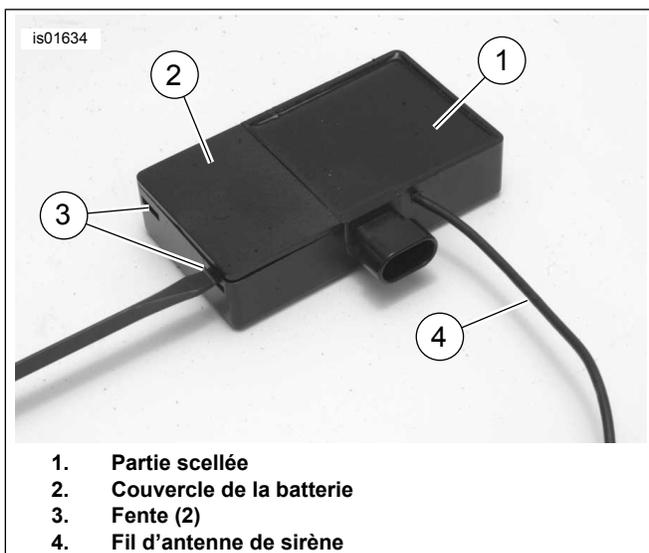

Figure 5. Insérez le tournevis dans les fentes (Smart Siren II)
La sirène Smart Siren II peut être identifiée par la présence d'un fil d'antenne émetteur de bipleur (voir Figure 5) à côté de la prise du connecteur. La sirène Smart Siren n'a pas de fil d'antenne.
1. Voir Figure 5 . Retirez le couvercle de la batterie (2) du boîtier de la sirène comme suit :
- a. Placez la sirène sur une surface solide plate, avec la partie scellée du boîtier et le couvercle de la batterie (1) tournés vers le haut.
- b. Insérez un tournevis plat dans l'une des fentes (3) sur le côté du boîtier de la sirène. Appuyez jusqu'à ce qu'un coin du couvercle se soulève légèrement.